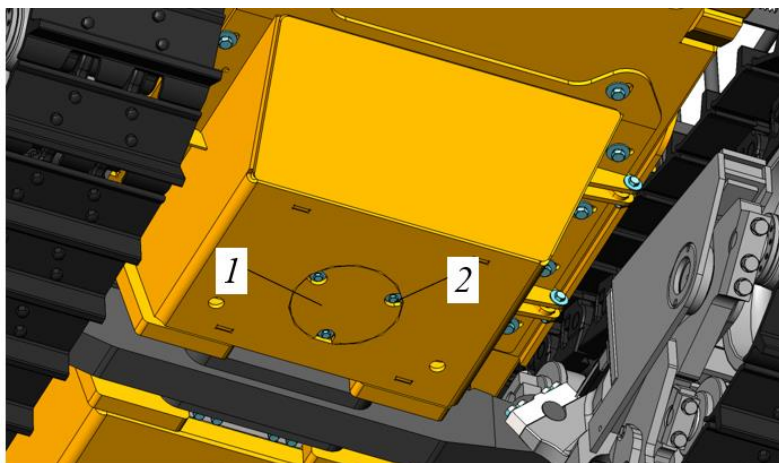

Рисунок 5.44. Съёмный лючок в передней части брони
- ▶ Демонтировать лючок в передней части брони (рис. 5.44).
- ▶ Для демонтажа лючка поз. 1 в передней части брони необходимо, ключом  на 19 выкрутить три болта поз. 2 и убрать лючок в сторону см. рис. 5.44. Примерный вес лючка чуть больше 5 кг.
- ▶ Предварительно очищенный лючок 1, рис. 5.44 установить на место. Болт 2 затянуть моментом не превышающим 80 Н*м.